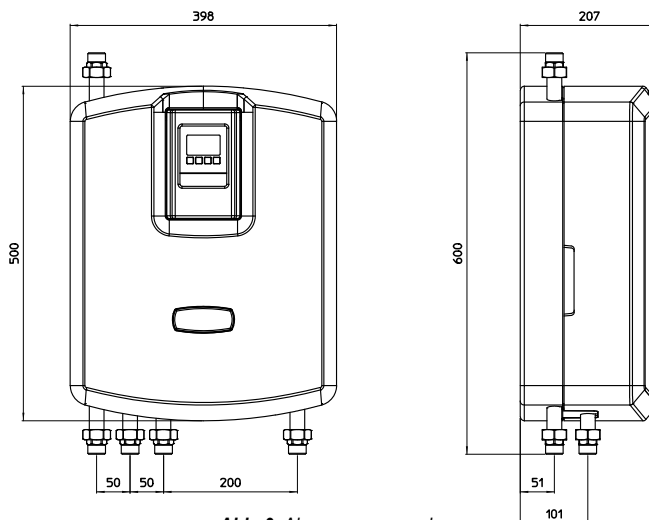

Abb. 3: Abmessungen und Achsabstände
- ✓ Die Rohrleitungen anschliessen laut Schema bei Abb. 3.